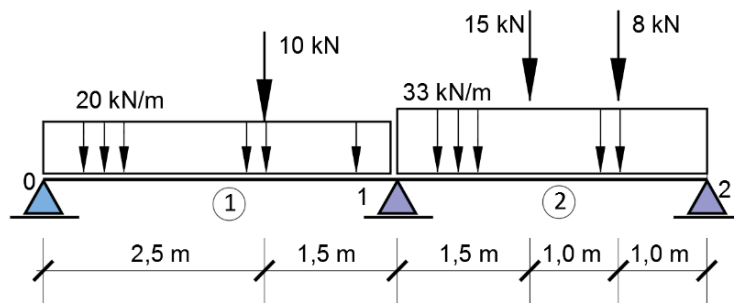

Figura 9. Viga hiperestática com dois vãos.
1.3.4 **Exercício 4:** Calcular e desenhar diagrama dos esforços seccionais de viga contínua ilustrada na Figura 9.